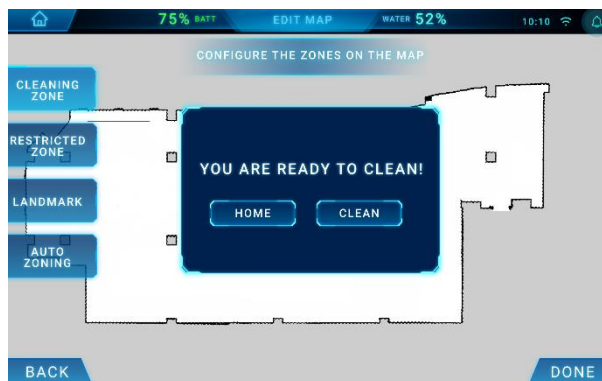

Fig 7
12. Le REX est prêt à être nettoyé (Fig 7).